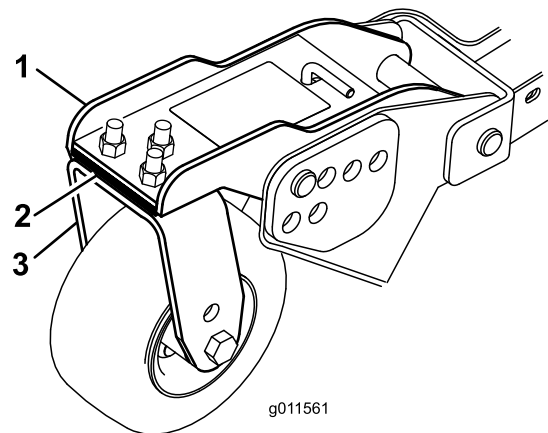

**Figura 122**
1. Allentate i controdadi sulla parte superiore o inferiore del bullone a U della catena dell'altezza di taglio (Figura 122).